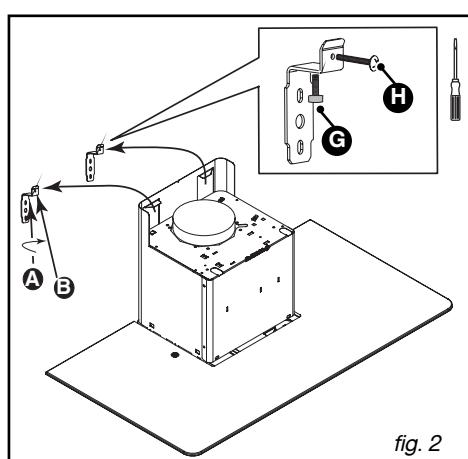

fig. 2
- Agganciare la cappa aspirante dai tagli rettangolari alle 2 squadre (Fig. 2).